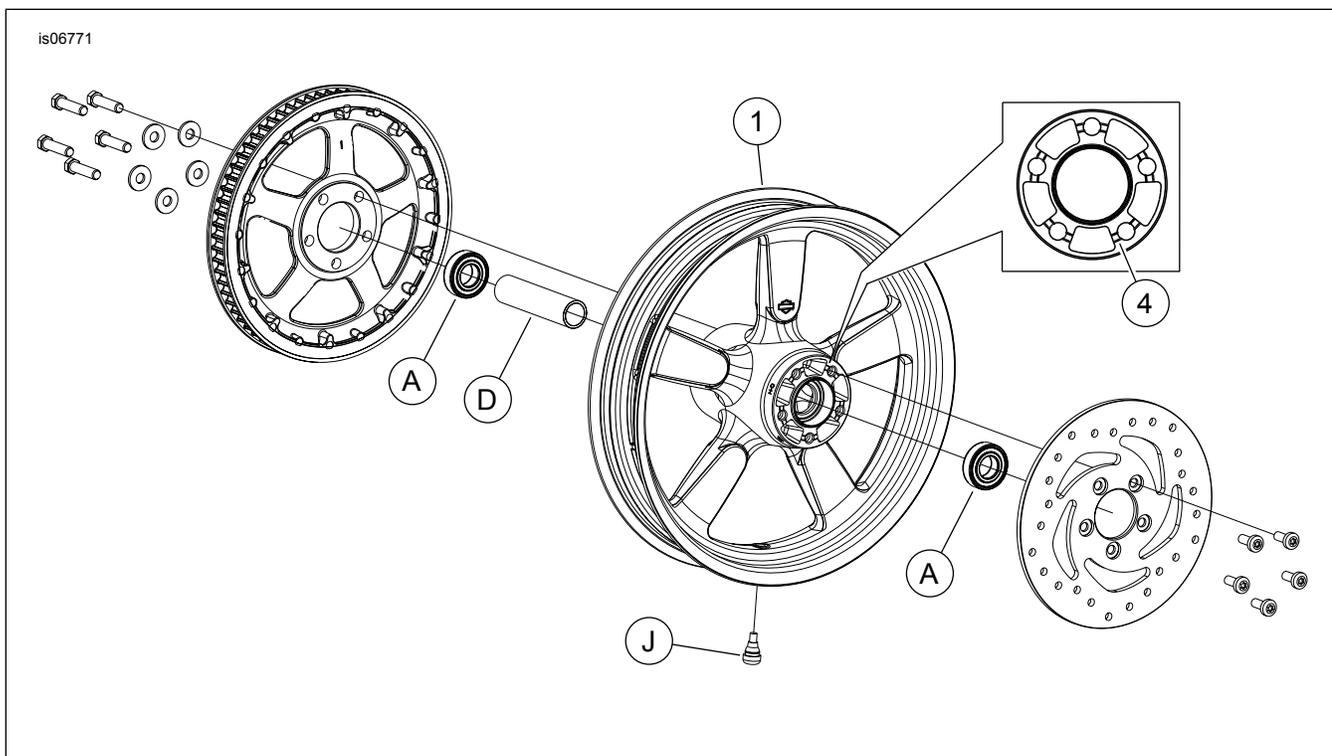

Figure 1. Pièces détachées : Roue arrière Fat-X
Voir Figure 1 et les tableaux des pièces détachées.
2. Voir Figure 1. Installer l'ensemble de tige de soupape (J) sur la roue. Voir PNEUS dans le manuel d'entretien.